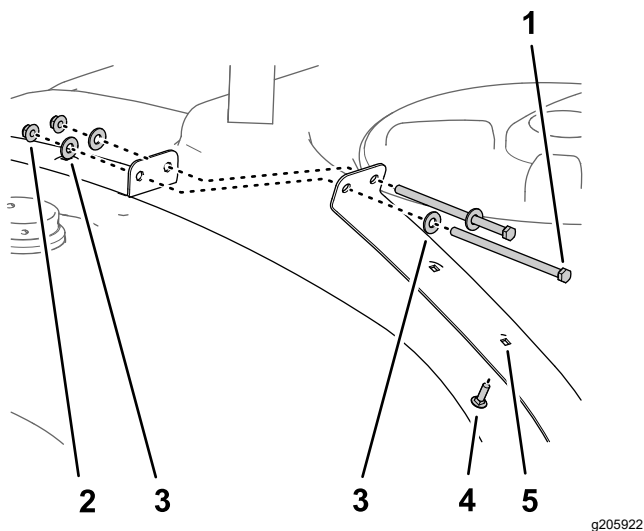

图 28
1. 拆下固定喷洒药缸前面的半根箍带的 2 个螺栓 $\frac{3}{8}$ x 7 英寸、4 个垫圈 $\frac{3}{8}$ 英寸和 2 个锁紧螺母 $\frac{3}{8}$ 英寸 图 28。
2. 将托架螺栓 5/16 x 1 英寸插入半根箍带的第二个孔中如 图 28 所示。
3. 使用您在步骤 1 中拆下的 2 个螺栓、4 个垫圈和 2 个锁紧螺母将前箍带的两半组装在一起并用手拧紧螺栓和螺母 图 28。